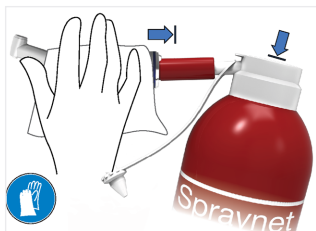

FIG. 6
5. Po výběru vhodné trysky nastříkejte dovnitř zařízení pomocí Spraynet (FIG. 6).